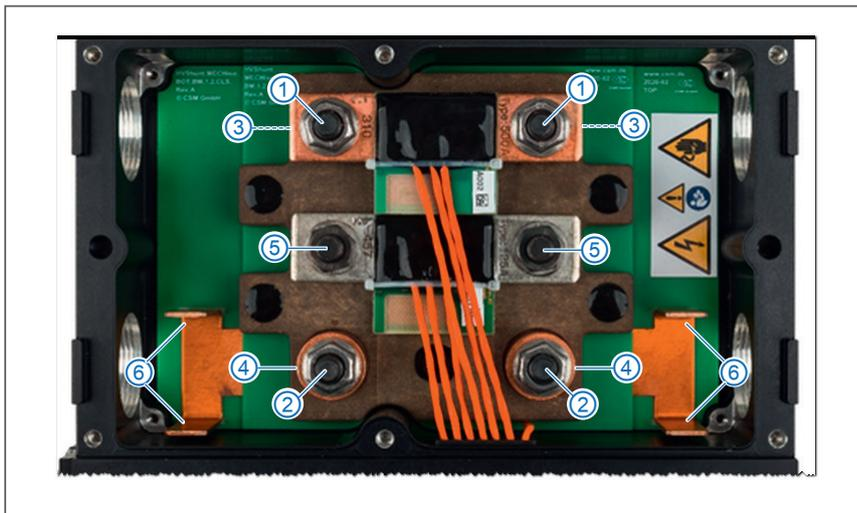

Abb. 5-22: HV BM 1.2+S, Anschlüsse der HV-Leitungen (Shunt-Module, HW-Rev. A und B)
<p>Beim HV BM 1.2+S werden die Abschirmungen der HV-Leitungen nicht über die TRI-Federn in den Kabelverschraubungen mit dem Modulgehäuse/PA verbunden, sondern</p> <ul style="list-style-type: none"> <li>▶ an den zweiten Shunt angeschlossen (Leitung HV-) bzw.</li> <li>▶ an die Schirmdurchführung (Abb. 5-22, ⑥) angelötet (Leitung HV+).</li> </ul> <p>Die TRI-Federn in den Kabelverschraubungen werden dann nicht benötigt und können entfernt werden.</p> <p>→ <a href="#">Kapitel 8.1.3 „Kabelverschraubungen vorbereiten“</a></p>